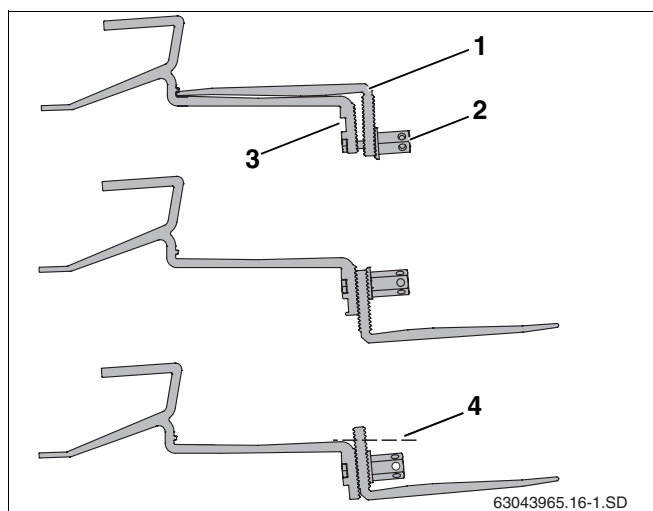

Fig. 17 Repositionner la partie inférieure du crochet
- Dévisser l'écrou long à tête hexagonale (fig. 17, **pos. 2**).
- Insérer la vis dans la perforation supérieure (fig. 17, **pos. 3**).
- Fixer la partie inférieure du crochet (fig. 17, **pos. 1**) sans serrer. Le raccord ne doit pas encore être serré à fond.